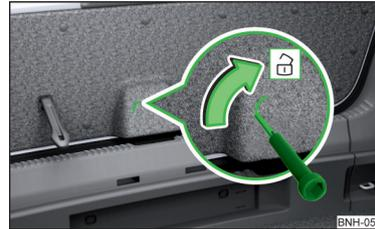

Abb. 179
- › In die Aussparung in der Klappenverkleidung » Abb. 179 einen Schraubendreher oder ein ähnliches Werkzeug bis zum Anschlag einführen.